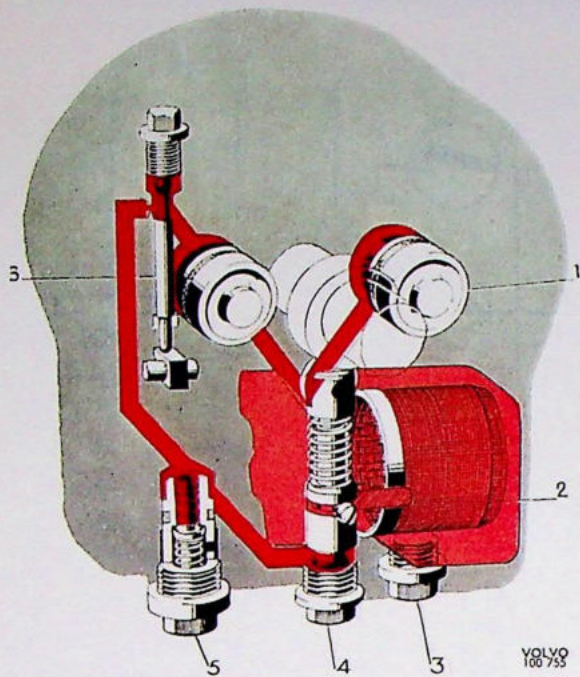
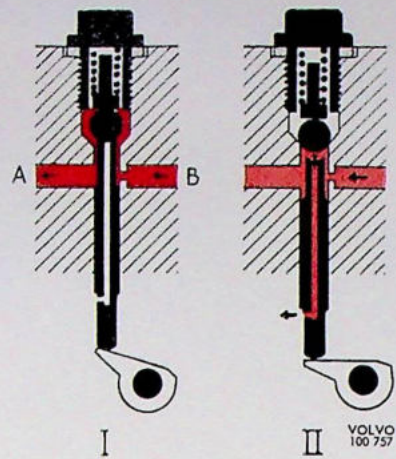
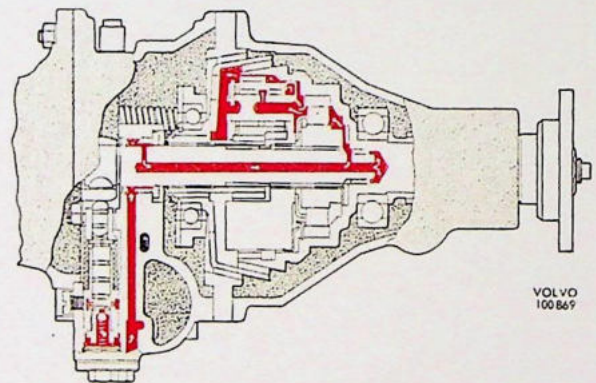

Fig. 4-49. Hydraulisch systeem
Fig. 4-50. Bedieningsklep
Fig. 4-51. Geforceerde smering
De magnetische schakelaar heeft twee wikkelingen, een zware bedieningswikkeling en een dunne vasthoudwikkeling. De bedieningswikkeling beïnvloedt het anker van de magnetische schakelaar op zo'n wijze, dat een bedieningsklep in de overdrive geopend wordt. Wanneer de klep geopend is, wordt de stroom door de bedieningswikkeling onderbroken. De klep wordt nu open gehouden door de vasthoudwikkeling. In de overdrive bevindt zich een zuigerpomp (4, Fig. 4-49) die door een excentriek op de hoofdas wordt aangedreven. Wanneer de plunjer van de bedieningsklep (6) naar boven gaat (stand I Fig. 4-50), sluit de kogel het uitlaatkanaal van de plunjer af. De oliedruk wordt hierdoor hoger en bedient nu de zuigers (1) die dan de conische koppeling naar voren drukken en in aanraking brengen met de remtrommel. Wanneer de overdrive wordt uitgeschakeld, valt de plunjer naar beneden. De kogel komt vrij van de zitting van de plunjer, de boring in de plunjer komt open en de olie stroomt terug naar het versnellingsbakhuis. De oliedruk valt en de conische koppeling wordt
door de veren naar achteren gedrukt; zie Fig. 4-50. Het overschot aan olie wordt gebruikt voor de smering van het planetaire tandwielstelsel. De olie stroomt door kanalen in het voorste gedeelte van het overdrivehuis en de ingaande as (hoofdas van de versnellingsbak) naar het freewheel en het naaldlager van de as. De olie wordt dan opgevangen door een plaat en via de satellietwielen naar het versnellingsbakhuis teruggevoerd; zie Fig. 4-51.
De oliezeef moet bij iedere olieerversing gereinigd worden. Tap eerst de olie af door de stop (3, Fig. 4-49, gemerkt „Drain”) onder de oliezeef te verwijderen.
6. De pomp en de terugslagklep worden in omgekeerde volgorde van demontage gemonteerd. Controleer of de afdichtring voor de stop van de oliepomp (4, Fig. 4-49) in goede staat verkeert. Vul olie bij.